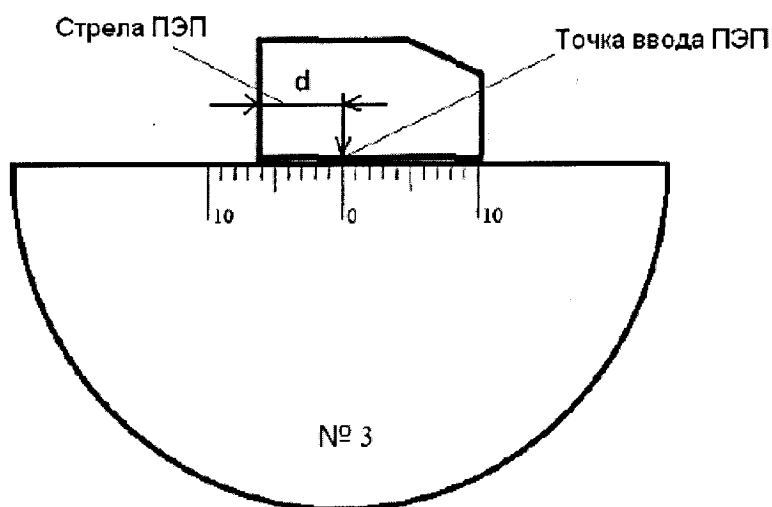

Рисунок 2 Определение точки ввода преобразователя
- метка «0» на образце контрольного образца № 3, перенесенная на боковую поверхность преобразователя, указывает на точку ввода преобразователя (рисунок 2).